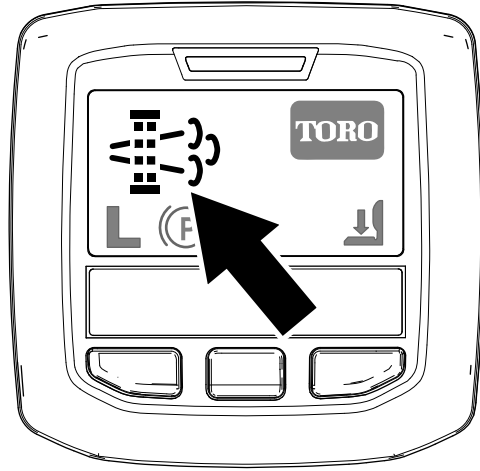

Figure 23
- L'icône de régénération en stationnement s'affiche dans l'InfoCenter (Figure 23).